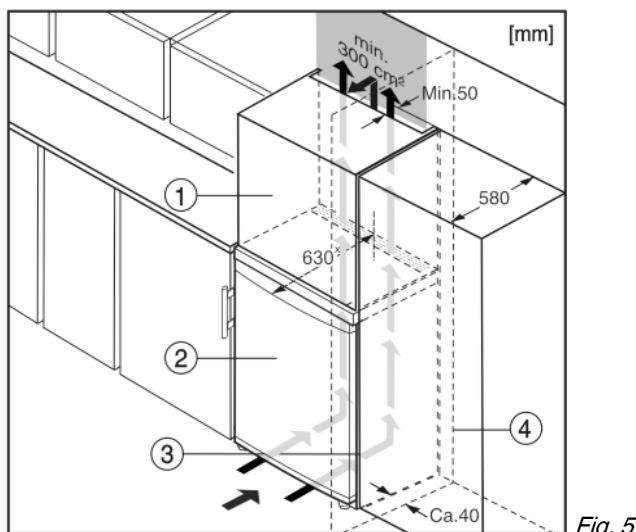

Fig. 5
- (1) Szafka nasadzana
(2) Urządzenie
(3) Szafka kuchenna
(4) Ściana
Urządzenie może zostać obudowane szafkami kuchennymi. Aby dopasować urządzenie Fig. 5 (2) do wysokości ciągu szafek kuchennych, można nad urządzeniem umieścić szafkę nasadzaną Fig. 5 (1).
W przypadku obudowania szafkami kuchennymi (głębokość maks. 580 mm) urządzenie można ustawić bezpośrednio obok szafki kuchennej Fig. 5 (3). Urządzenie wystaje z boku o 34 mm x i na środku urządzenia o 50 mm x w stosunku do frontu szafek kuchennych.
Jeżeli urządzenie będzie ustawiane z zawiasami do ściany Fig. 5 (4), to pomiędzy urządzeniem i ścianą należy zachować minimalny odstęp, wynoszący 40 mm. Na taką odległość wystaje klamka przy otwartych drzwiach.